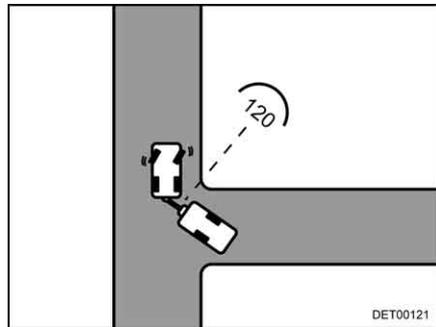

Fig. 17 Svoltare all'incrocio
- Appena entrambi i veicoli si trovano ad un angolo di ca. 120° l'uno rispetto l'altro, fermarsi (Fig. 17).